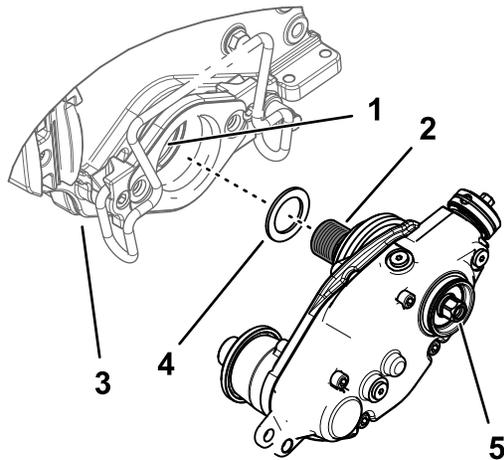

図 13
2. カuttingユニットの左側にグルーマ駆動ボックスを取り付けた場合、黒色リールアダプタのねじ山部分にシムワッシャを入れる 図 13。